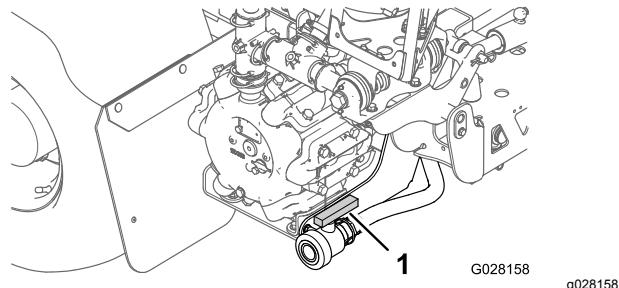

Bild 45
2. Ermitteln Sie die Behälterentleerungsventile hinten an der Maschine (Bild 45).